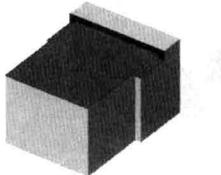
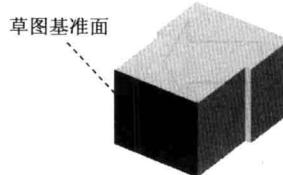

图 2.4 切除一拉伸 1
图 2.5 草图基准面
(4) 单击 \checkmark 按钮，完成拉伸 1 的创建。
Step3. 添加图 2.4 所示的零件特征——切除一拉伸 1。
(1) 选择下拉菜单 **插入(I)** \rightarrow **切除(C)** \rightarrow **拉伸(E)...** 命令。
(2) 定义特征的横断面草图。
① 选取图 2.5 所示的模型表面作为草图基准面。